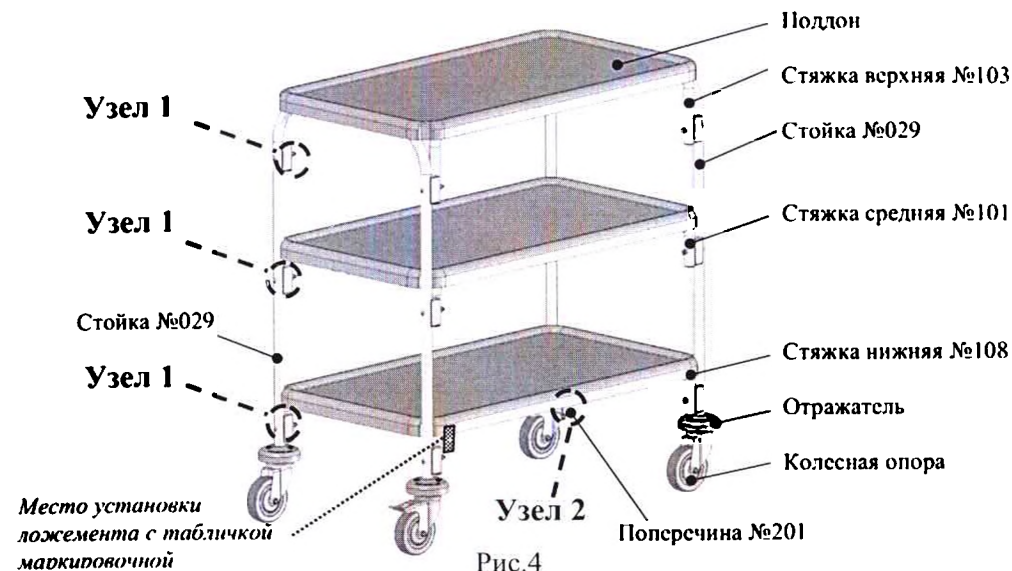

Рис.4
1. Соединить стойки №029 стяжками верхними №103 (рис.4), зафиксировав соединенные крепёжными элементами (Таблица 7, Узел 1).
2. Соединить стойки №029 стяжками средними №101 (рис.4), зафиксировав соединенные крепёжными элементами (Таблица 7, Узел 1).
3. Соединить стойки №029 стяжками нижними №108 (рис.4), зафиксировав соединенные крепёжными элементами (Таблица 7, Узел 1).
4. Соединить стяжки нижние №108 поперечиной №201 (рис.4) зафиксировав соединенные крепёжными элементами (Таблица 7, Узел 2).
5. Установить один из поддонов, плотно зафиксировав его на стяжках верхних №103 и стойке №029 (рис.4).
6. Установить один из поддонов, плотно зафиксировав его на стяжках средних №101 (рис.4).
7. Установить оставшийся поддон, плотно зафиксировав его на стяжках нижних №108 (рис.4).